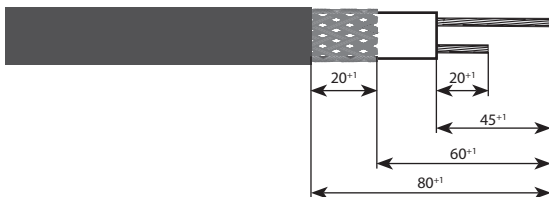

Рис. 1
- 5.1. Снять оболочку с одного конца кабеля на длине 80 мм (рис. 1).
- 5.3. Удалить изоляцию у обоих нагревательных жил на длине 45^{+1} мм (рис. 1).
- 5.4. Укоротить одну жилу на 25 мм (рис. 1).